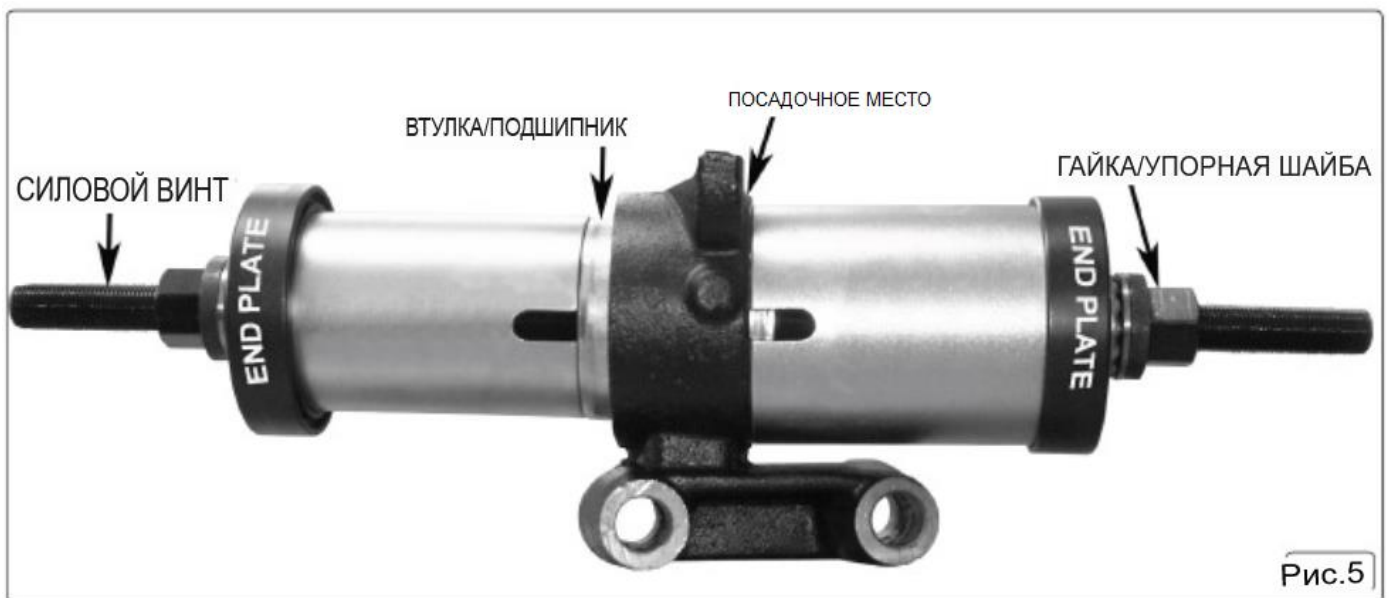

Рис.5
4.1 Снятие втулки/подшипника (рис.5)
4.2 Установка втулки/подшипника (рис.5)
4.2.4 Смажьте прижимной винт и соберите комплект, как описано в разделе 4.1 и как показано на рис.5. Как только втулки встанут ровно на корпусе и наружном кольце, затяните гайки и убедитесь, что упорные шайбы расположены по центру на торцевых пластинах.